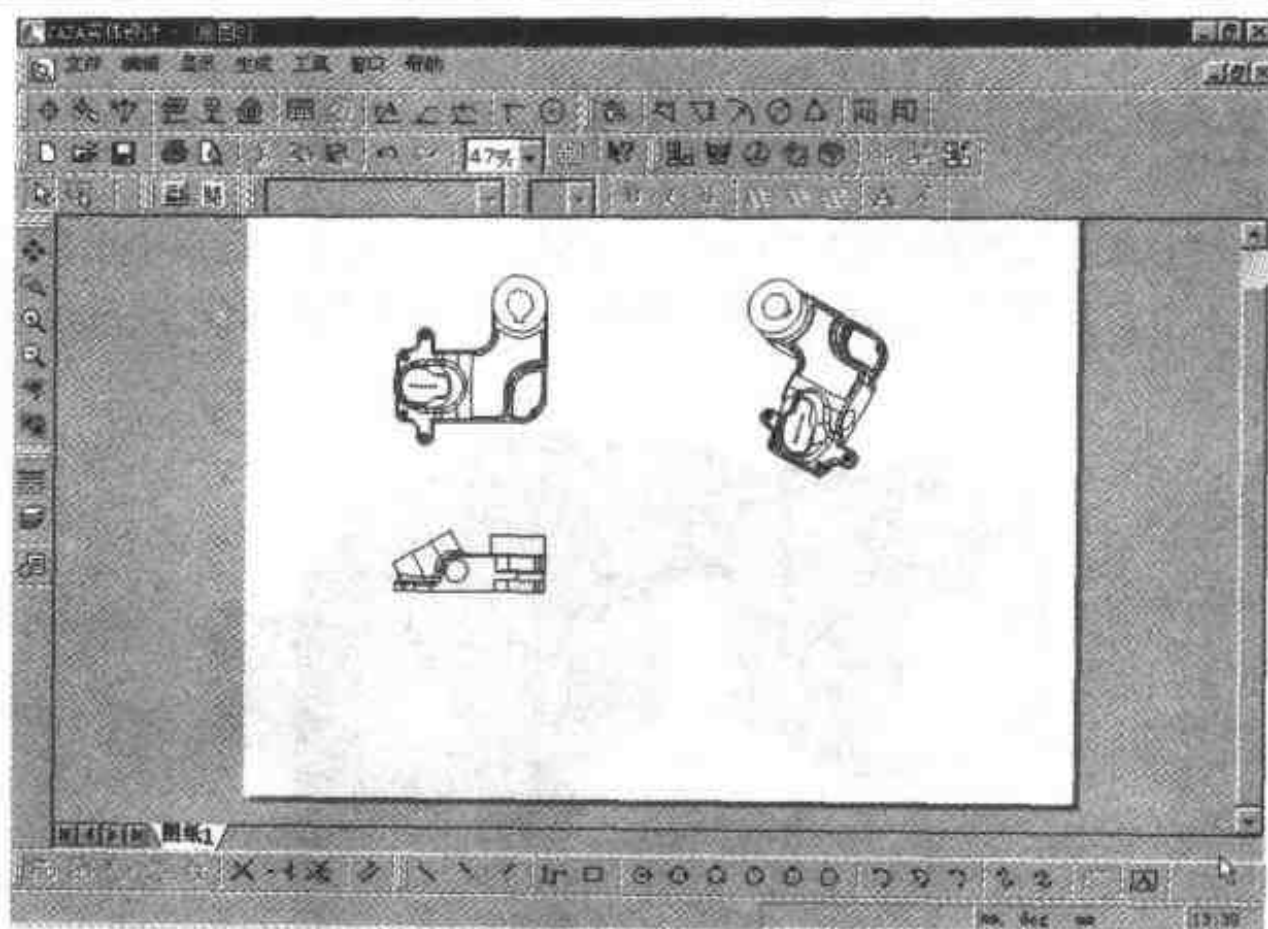

图 2.59 输入到布局图的 3 个视图
- (3) 选择需要的【顶部视图】、【正视图】和【TFR(俯、前、右)】，如图 2.58 所示，然后单击【确定】按钮。现在布局图环境中得到的视图应该如图 2.59 所示。